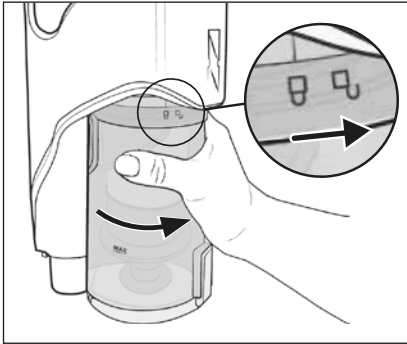

Fig. 23
- 8) Vuelva a colocar el depósito de polvo 6 en el aparato y gírelo hacia el símbolo  (cerrar) hasta que quede firmemente montado en el aparato (consulte la fig. 23).